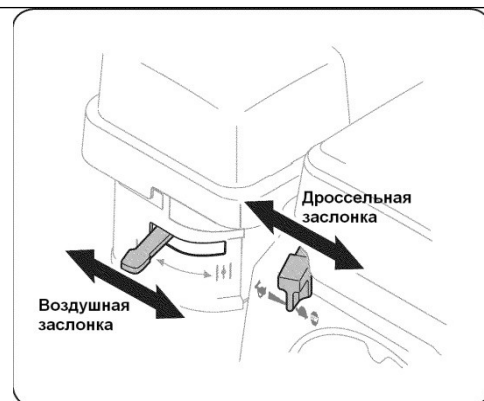

Рис.13
4. Переместите рычаг управления воздушной заслонкой в положение **СНОКЕ**  /для теплого двигателя, возможно, это не понадобится/. См. Рис. 13.
5. Переместите рычаг дроссельной заслонки в положение **БЫСТРО** . См. Рис. 13.